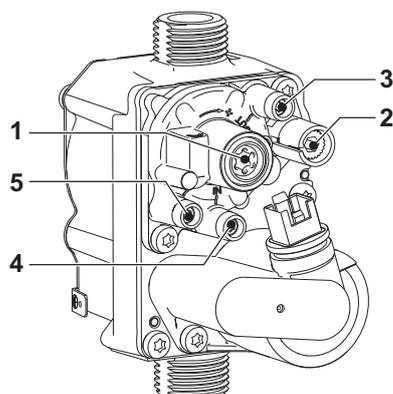

fig. 23 Vanne gaz
- Si les valeurs sont différentes de celles indiquées, ajuster le CO₂ en agissant sur la vis de réglage maximum (rep. 2 fig. 23) jusqu'à obtention des valeurs de CO₂ indiquées.
- Si les valeurs de CO₂ sont différentes de celles indiquées, régler délicatement la vis d'"OFFSET" minimum (rep. 1 fig. 23) en vérifiant que le CO₂ soit correct :
- Vérifier que la valeur de l'OFFSET est comprise entre : -3 et -9 Pa mesuré à l'aide d'un manomètre différentiel, sur la prise de pression rep. 5 fig. 23.